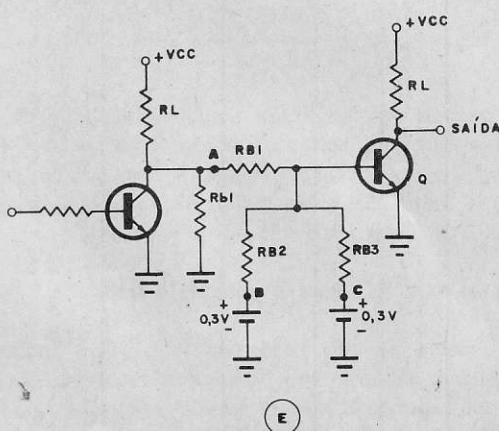

Figura 6
(A) Tabela da função NE. (B) Tabela do circuito da figura 6-A.